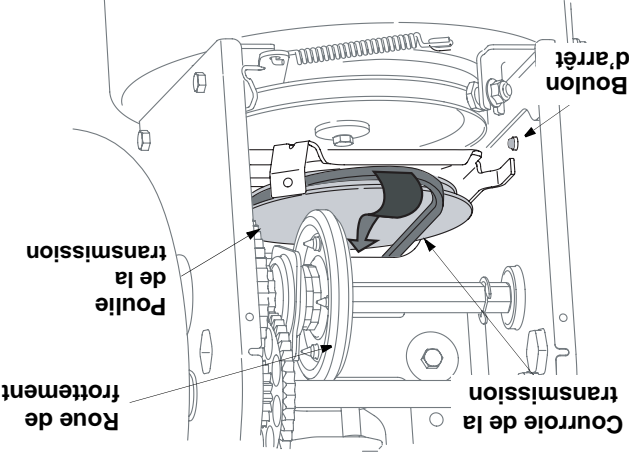

Figure 27
- Dévissez le bouton d'arrêt pour créer un espace suffisant entre le disque de la roue de frottement et la pouille de la transmission ainsi que du disque de la roue de frottement. Voir la Figure 27.
- Décrochez le ressort pour éliminer la tension sur la courroie de la tarrière. Enlevez la courroie usagée et remplacez-la par une courroie neuve bien installée dans la rainure. Voir la Figure 27.
- Enroulez la courroie de la tarrière sur la poulie de la tarrière. Voir la Figure 27.